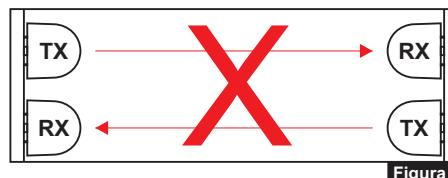

Figura 7
- Não instale os pares de sensores cruzados (Figura 7).